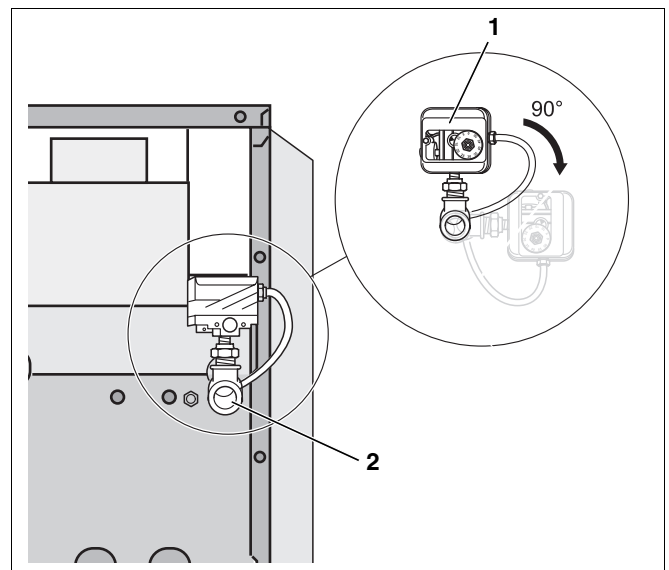

Abb. 19 Gasanschluss herstellen
- Gasleitung spannungsfrei am Gasanschluss (Abb. 19, **Pos. 2**) anschließen.
- Den mitgelieferten Gasdruckwächter (Abb. 19, **Pos. 1**, Seite 24) unmittelbar am Gasanschluss (Abb. 19, **Pos. 2**, Seite 24) des Heizkessels mit dem mitgelieferten Reduziernippel installieren. Der Gasdruckwächter muss dabei nach oben oder nach außen zeigen.